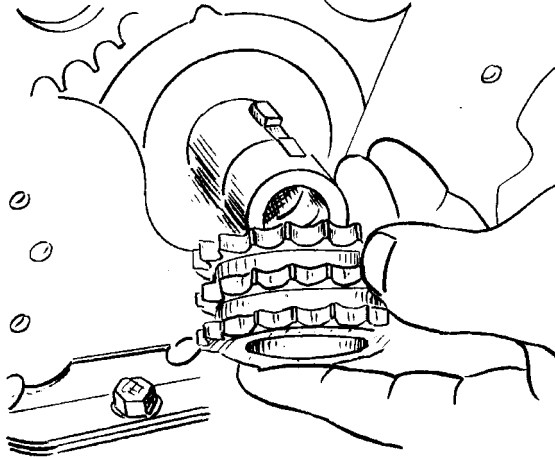

Рис. 1.68. Установка шпонки и звездочки привода цепи
26. Вставьте шпонку и установите звездочку привода цепи на коленвал, соблюдая ориентацию звездочки (см. рис. 1.68).